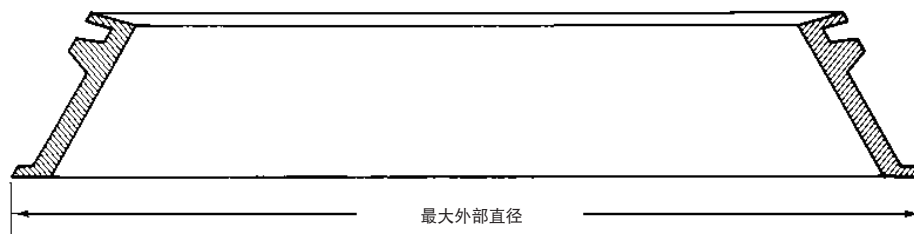
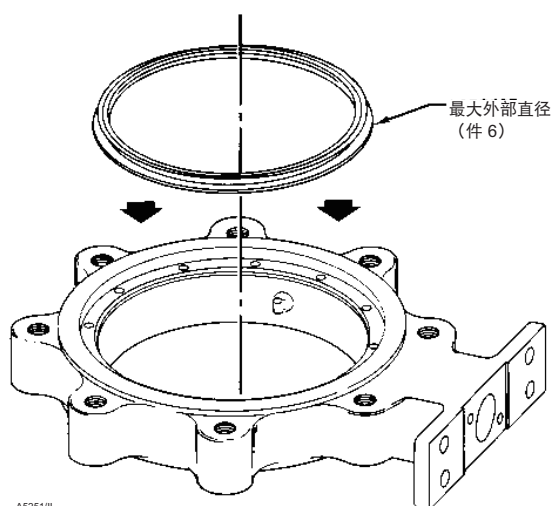

图 6. 典型密封环 (截面图)
图 7. 典型密封件的安装
如图 6 所示，密封环跨越一个边缘的直径较宽，跨越另一边缘的直径较窄。外圆周周围是一个宽的凹槽。
2. 必须将密封环和支撑环组件一起安装到阀门中。如图 7 所示，将外径较宽的密封环放入阀体的 T 形槽区。用端面粗钝的螺丝刀开始将直径较宽的密封环边缘推入阀体的 T 形槽。
找到替换的密封环（件 8）并注意该环的形状。如图 6 所示，密封环跨越一个边缘的直径较宽，跨越另一边缘的直径较窄。外圆周周围是一个宽的凹槽。
在阀体中安装密封环（件 8）时，先将外径较宽的密封环置入阀体的 T 形槽区，如图 7 所示。没有支撑环的金属密封件会置于适当位置。安装带支撑环的金属密封件（件 9）必须遵守以下带支撑环的 Phoenix III 密封件的安装说明。
1. 找到替换的密封环 (件 8) 并注意该环的形状。如图 6 所示, 密封环跨越一个边缘的直径较宽, 跨越另一边缘的直径较窄。外圆周周围是一个宽的凹槽。
在阀体中安装密封环时, 先将密封环的外径较宽一侧 (如图 6 中的标记) 放入阀体的 T 形槽区, 如图 7 所示。不带支撑环的 Phoenix III 密封环会置于适当位置。如果 Phoenix III 密封件使用支撑环 (件 9), 那么只有在将密封环置入阀门后才能使用端面粗钝的螺丝刀安装支撑环。不要在金属阀座上直接使用螺丝刀或密封件工具。仅在支撑环上使用工具。
1. 找到替换的密封环（件 8）并注意该环的形状。如图 6 所示，密封环跨越一个边缘的直径较宽，跨越另一边缘的直径较窄。外圆周周围是一个宽的凹槽。